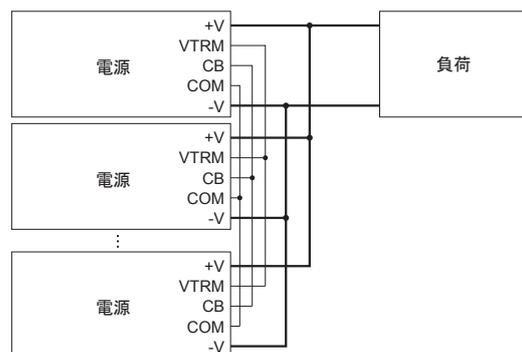

図2.2 並列運転時の接続例
- 図2.2の配線をするこて、並列運転可能です。並列運転するすべての電源のCB端子、VTRM端子、COM端子同士を接続してください。